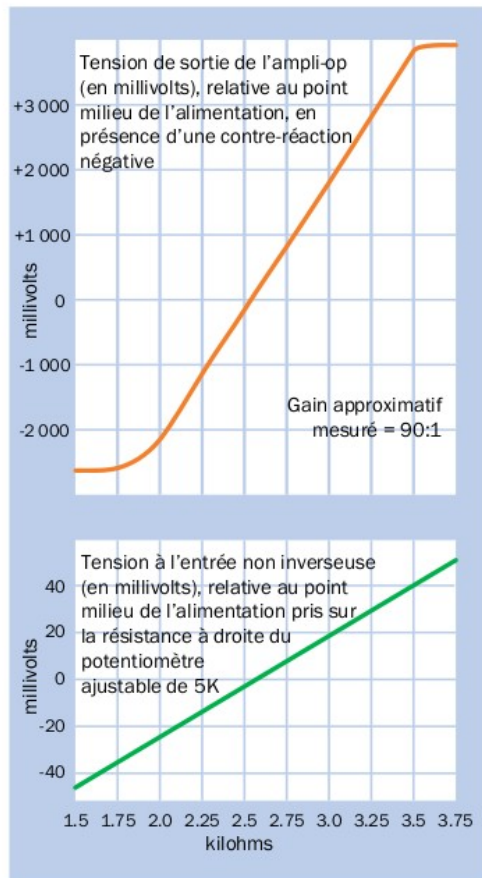
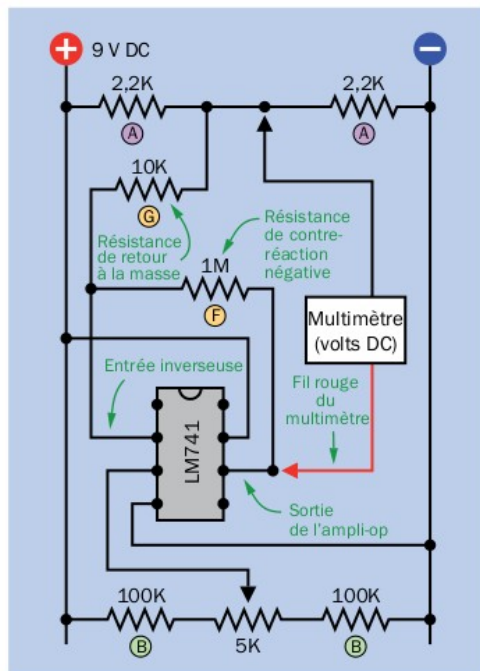
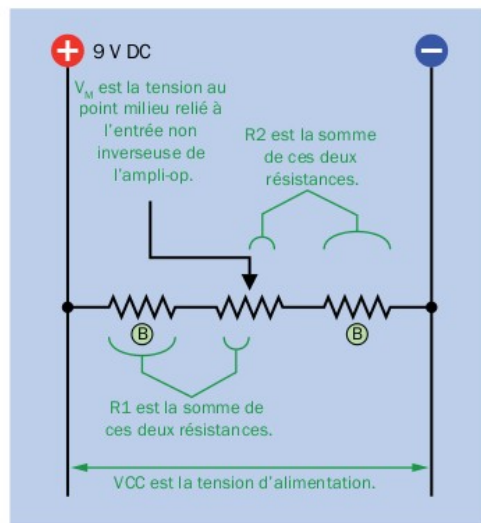

Figure 11-3. La partie centrale de la courbe verte de l'entrée est maintenant reproduite correctement à la sortie, grâce à la contre-réaction négative.
Figure 11-4. Le schéma précédent a été modifié afin d'introduire une contre-réaction négative en ajoutant deux résistances.
Figure 11-9. La tension de l'entrée non inverseuse de l'amplificateur opérationnel peut être calculée si vous connaissez les valeurs indiquées ci-dessus.
Observez la courbe sur la fig. 11-3 page suivante : une entrée linéaire engendre une sortie précisément linéaire. C'est exactement ce que nous voulons et, bonne surprise, c'est facile à obtenir. Pour vous en rendre compte par vous-même, appliquez les modifications suivantes à votre circuit.
- Ajoutez deux résistances, identifiées F et G sur la fig. 11-4. La fig. 11-5 représente ce circuit réalisé sur une plaque de montage.
Sur la fig. 11-3, de petites variations de la ligne orange (pouvant être visibles ou non dans le circuit reproduit) résultent sûrement des imperfections dans les mesures effectuées. Sur une plaque de montage, chaque connexion possède une faible résistance et le simple fait de faire bouger un composant change la mesure en cours, au moins très faiblement.
Il faut prendre en compte un paramètre supplémentaire, qui est celui de la résistance de retour à la masse identifiée G sur la fig. 11-4. Elle dévie une partie de la contre-réaction négative vers le point A du diviseur de tension. Cela peut être exprimé différemment.
En observant la fig. 11-3, on s'aperçoit que la ligne orange est aplatie à chaque extrémité, ce qui semble indiquer que les performances linéaires chutent. C'est effectivement le cas, mais il y a une bonne raison à cela. La plage des tensions de sortie d'un amplificateur opérationnel ne peut pas être plus grande que la tension délivrée entre la ligne positive et la ligne négative de son alimentation. En fait, les tensions mini et maxi de sortie de l'ampli-op seront toujours légèrement inférieures à celles de son alimentation, car l'ampli-op absorbe une partie de ces tensions pour son fonctionnement. En conséquence, si vous augmentez l'entrée au-delà d'une certaine valeur, vous n'obtenez pas une tension de sortie plus grande. Lorsque cela se produit en présence d'un signal audio, vous entendez une distorsion du son.
Sur la fig. 11-8, vous verrez une série de mesures des tensions d'entrée et de sortie que j'ai relevées moi-même, pour différents réglages du potentiomètre du circuit de la fig. 11-4. Ce sont les valeurs que j'ai utilisées pour tracer la courbe de la fig. 11-3. J'ai ensuite utilisé ce graphe pour calculer le gain de mon amplificateur opérationnel.
Retirez le potentiomètre ajustable de la platine de montage et mesurez la résistance entre son curseur (la broche centrale) et la broche normalement reliée à la résistance de 100K B située à droite, du côté négatif de l'alimentation (voir sur la fig. 11-4). Réglez le potentiomètre jusqu'à obtenir une valeur de 1K5 (1 500 ohms).
Mesurez la tension de sortie de l'ampli-op en réglant votre multimètre pour la mesure des tensions continues en volts et en positionnant les pointes de touches comme sur la fig. 11-4. Faites bien attention de placer le fil rouge et le fil noir dans les positions indiquées. Regardez attentivement si le signe « - » apparaît avant la valeur affichée.
Vous pouvez calculer la tension d'entrée à partir de la valeur des résistances et de la tension d'alimentation. Cela serait plus simple si je pouvais vous le montrer à l'aide d'un multimètre sur une table de travail, mais c'est impossible. Le meilleur moyen reste donc de vous l'expliquer à l'aide du schéma que j'ai dessiné sur la fig. 11-9 ci-contre. Il reprend une partie du circuit de la fig. 11-4 qui contient le diviseur de tension B.
Pour déterminer la résistance de la partie gauche du potentiomètre, il suffit de soustraire la résistance de la partie droite de la résistance totale R_T . Sur la fig. 11-9, la partie de droite présentait une résistance de 1 500 ohms, donc :